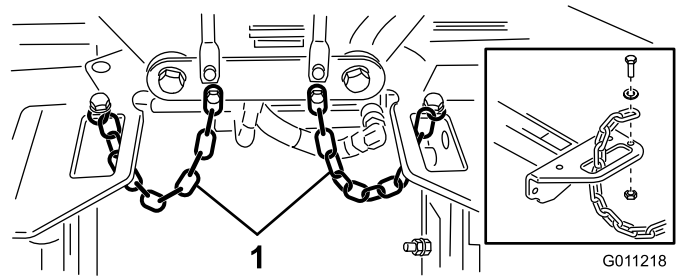

Bild 22
4. Verlegen Sie eine Kippkette durch den Schlitz am Ende jedes Trägerrahmens. Befestigen Sie die Kippkette mit einer Schraube, einer Scheibe und einer Sicherungsmutter oben am Trägerrahmen (Bild 22).